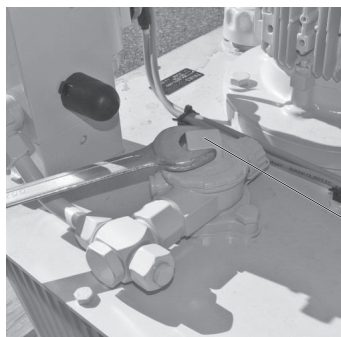

Fig. 55
2. Svitare il cappuccio in plastica del filtro di ritorno e metterlo da parte. Il tappo in plastica non deve sporcarsi. (Fig. 55)